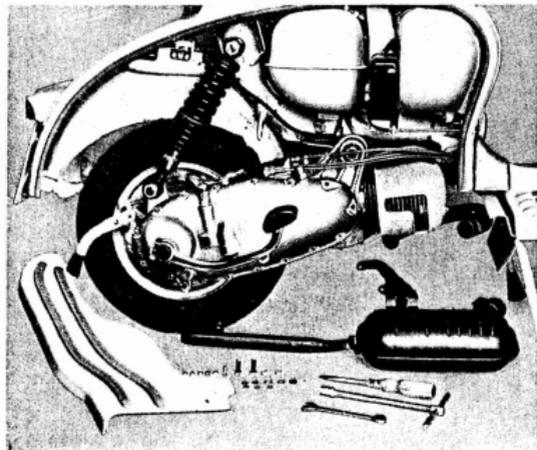

Fig. 1
**3** Desmontar el silencioso: aflojar la brida del tubo de escape (llave de 14) y desatornillar las tres tuercas de la tapa sobre el carter (llave de 10). Véase fig. 1.